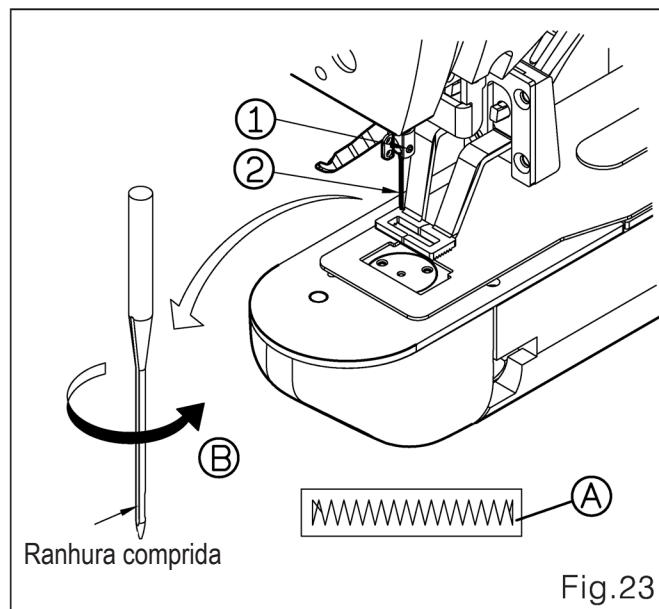

Fig.23
- (1) Instale a estante portafios no buraco da mesa.
- (2) Fixe a estante portafios com a porca de fixação ①
- (3) Quando cabear a linha superior, insira o cabo de energia através da haste do estande portafios ②.
14. Instale a agulha (Fig. 23)